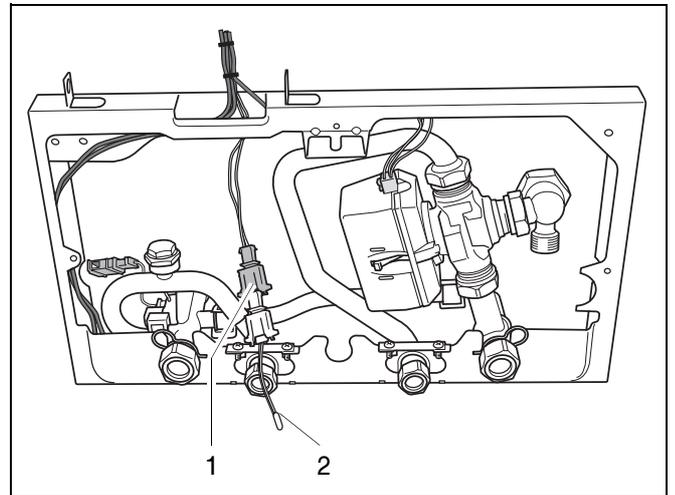

Fig. 26 Sensore dell'acqua calda
- Il collegamento del sensore dell'acqua calda avviene in base alla fig. 26.
Il collegamento diretto del sensore dell'acqua calda FB ai cablaggi degli apparecchi Logamax U124 è possibile esclusivamente utilizzando un adattatore. Questo viene fornito insieme alle caldaie per solo riscaldamento in sacchetto di plastica con la seconda targhetta con l'indicazione del tipo. Utilizzando questo adattatore (fig. 26, pos. 1) è possibile collegare il sensore dell'acqua calda FB (fig. 26, pos. 2) al cablaggio dell'apparecchiatura.